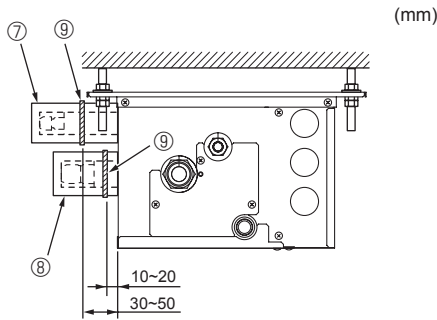

Fig. 7-5
► Volg de onderstaande procedures voor onderdelen van de aftakdoos die niet aan een binnenunit zijn aangesloten. (Fig. 7-5)